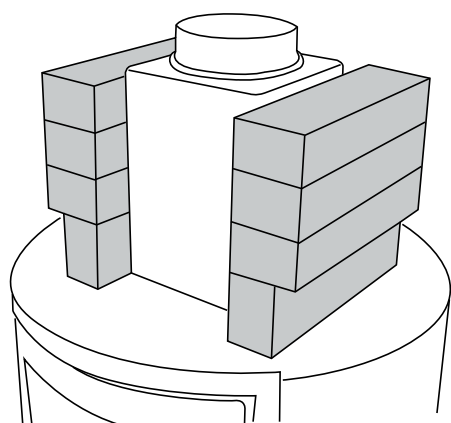

Bild 15: Lagringssten
11. Placera dit lagringsmagasinet av täljsten på ovansidan av insatsen runt och mot stosen (se bild 15). Se till att lagringsstenen har expansionsutrymme och att den inte trycker mot ytterstenen. Justera lagringsstenen i sådana fall.